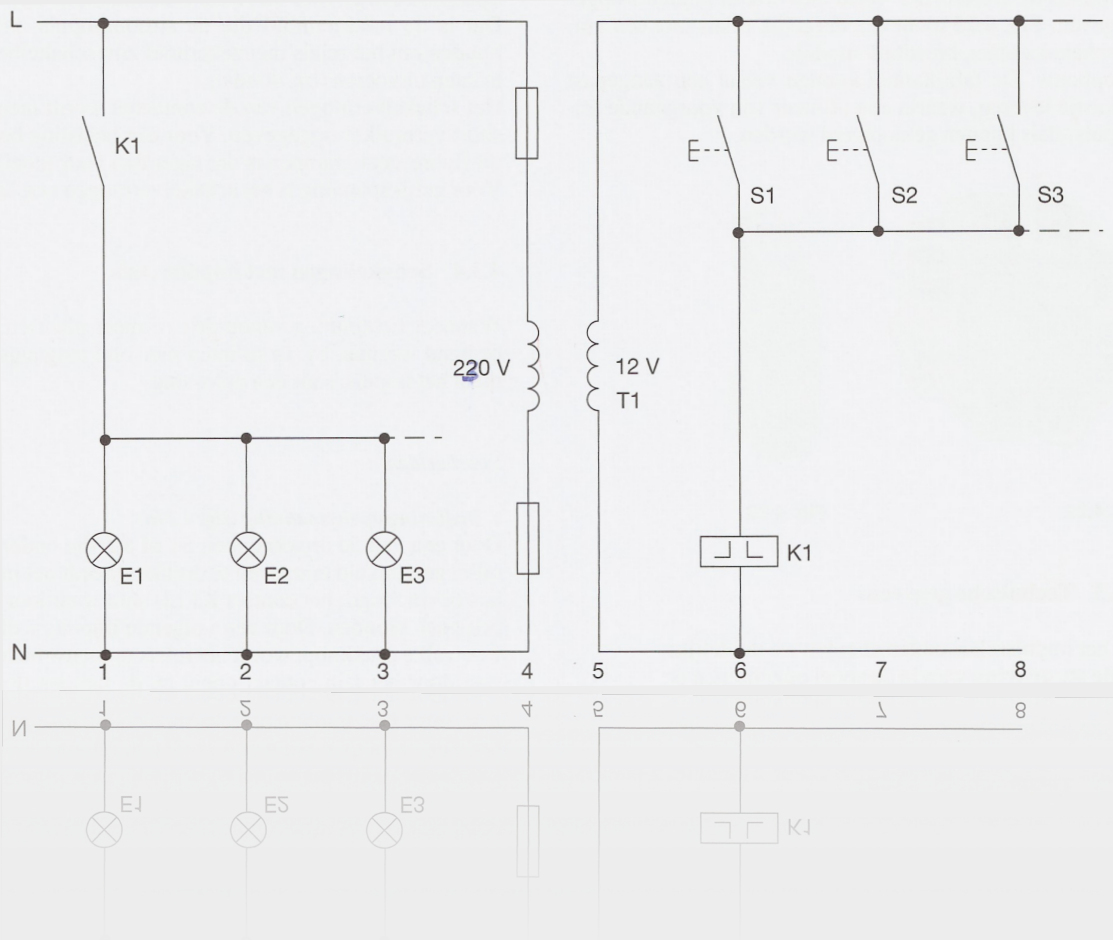

Fig 2.8
**b) Bediening op zeer lage spanning (Fig 2.8)**